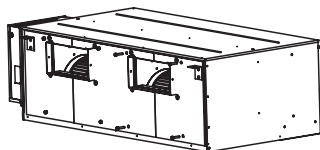

Рис. 10
- 4) Один человек поддерживает нижнюю часть узла двигателя вентилятора; другой фиксирует винты М8, чтобы узел был закреплен на передней панели (рис. 10).